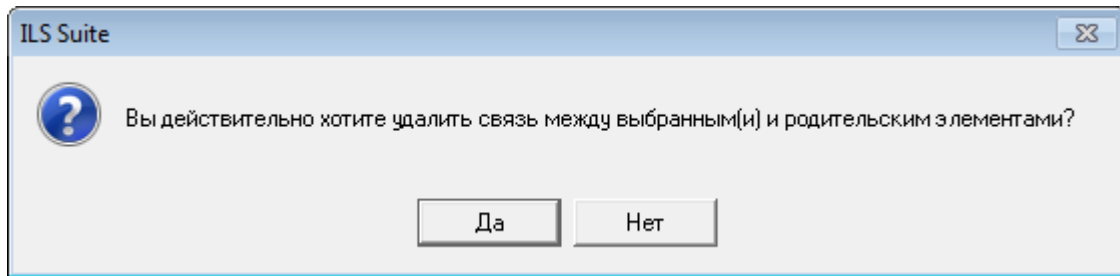

Рис. 27-17 – Диалоговое окно
5) В открывшемся диалоговом окне нажать «Да» для подтверждения действия (рис. 27-17).